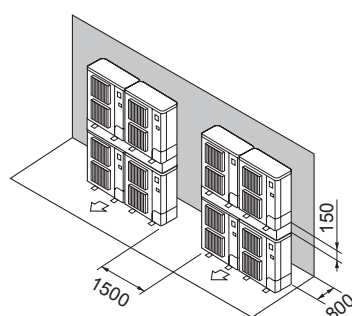

Fig. 2-18
- ⑦ Disposizione unità sovrapposte (Fig. 2-18)